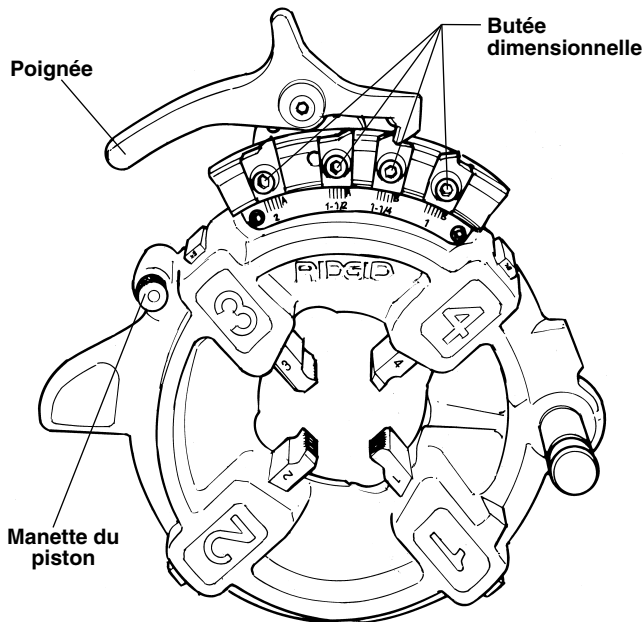

Figure 9 – Tête de filière semi-automatique
Tête de filière à ouverture semi-automatique (*Figure 9*) – Lorsque l'extrémité du tuyau en cours de filetage arrive à fleur de l'extrémité de la filière n° 1, tapez sur la poignée pour que les filières libèrent le tuyau.
La tête de filière semi-automatique (Figure 9) pour filetages à droite utilise quatre jeux de filières pour couvrir le filetage des tuyaux allant de  $1/8$  à 2 po de diamètre. Un jeu de filières est nécessaire pour chacune des sections suivantes : ( $1/8$  po), ( $1/4$  à  $3/8$  po), ( $1/2$  à  $3/4$  po) et (1 à 2 po). Le filetage des tiges nécessite un jeu de filières spécial pour chaque section de tige.
1. Appuyez sur la poignée pour faire reposer la plaque à cames (Figure 9 – tête de filière Modèle 816/817) contre la butée comme indiqué.